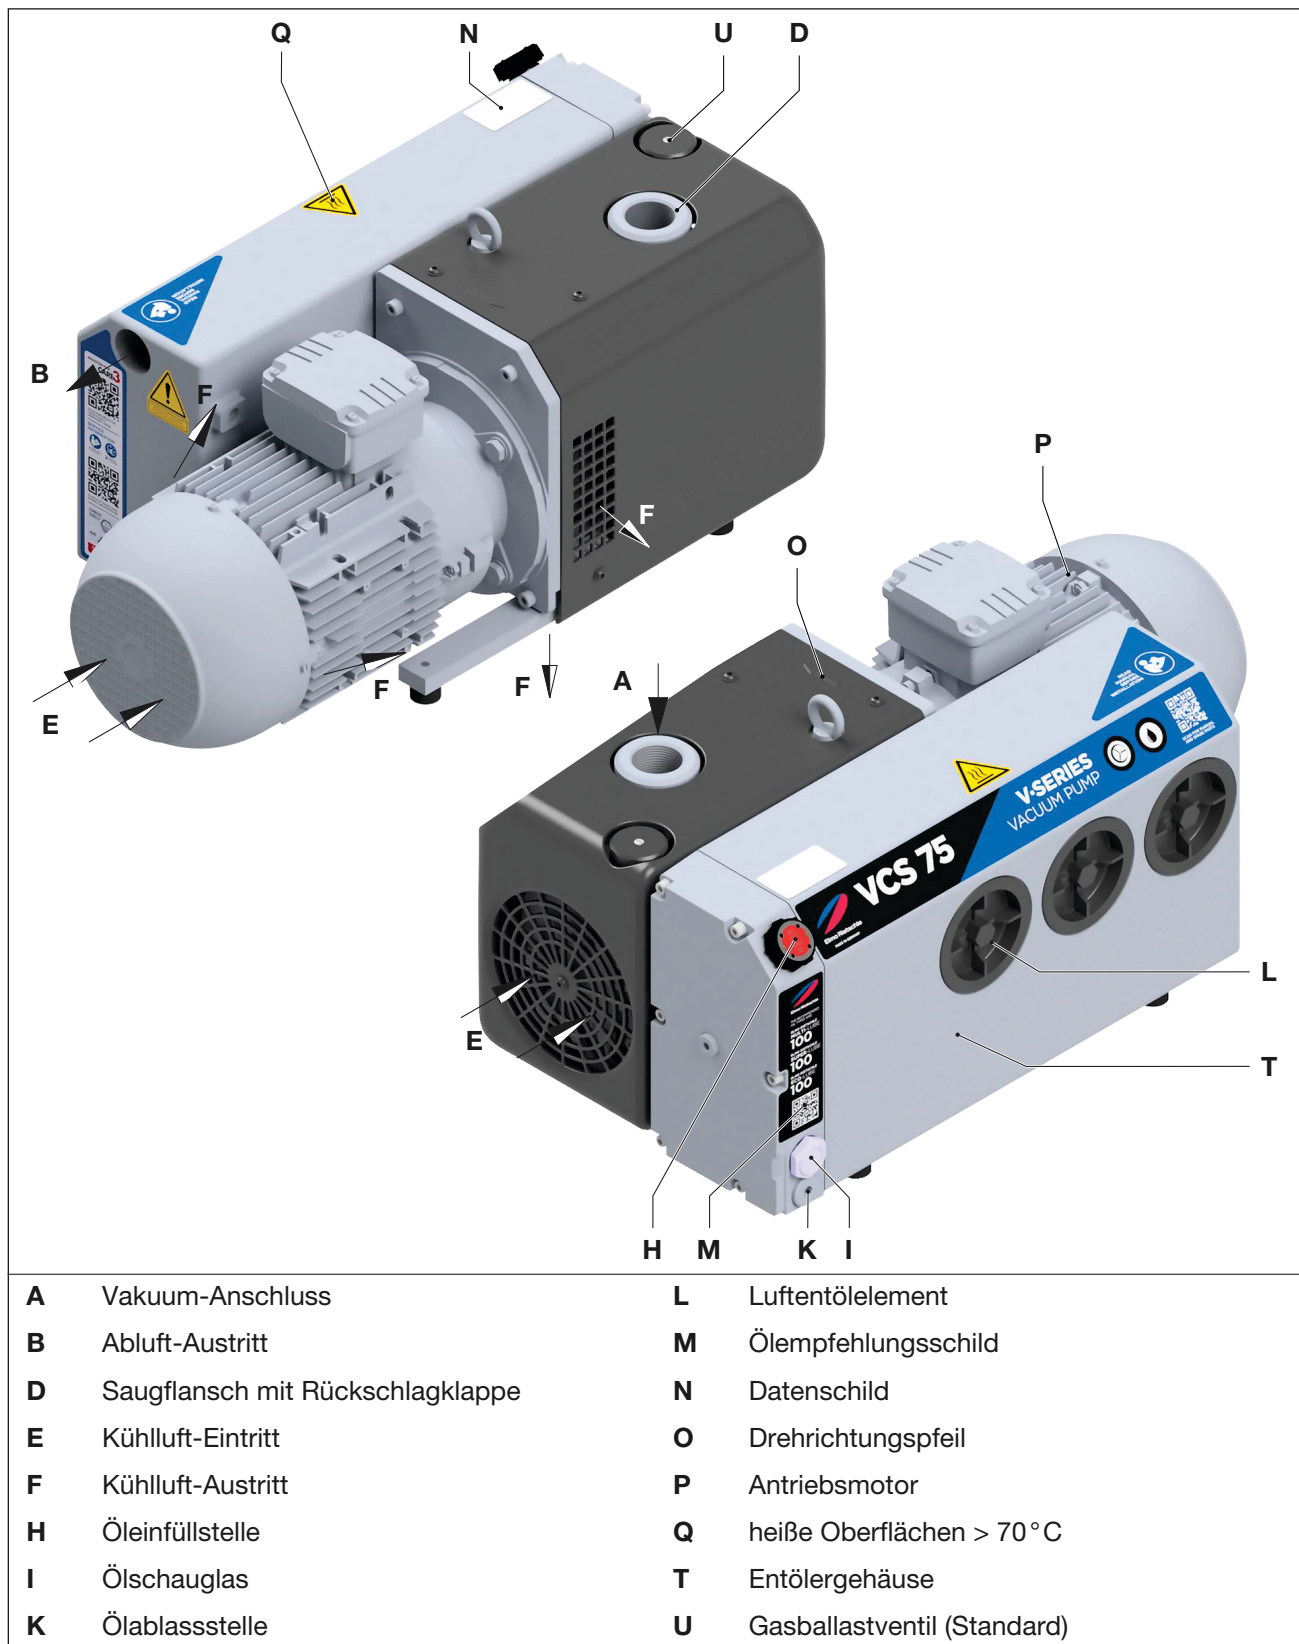

Abb. 2 Vakuumpumpe V-VCS 40 / 50 / 75 (VCX ist baugleich)
- Saugflansch (Abb. 2/D), Öleinfüllstelle (Abb. 2/H), Ölschauglas (Abb. 2/I), Ölablass (Abb. 2/K), Gasballast (Abb. 2/U) und Entölergehäuse (Abb. 2/T) müssen leicht zugänglich sein.
Der Vakuumananschluss (Abb. 2/A) befindet sich auf dem Saugflansch (Abb. 2/D).
- Blindstopfen an Sauganschluss (Abb. 2/A) und Abluftaustritt (Abb. 2/B) entfernen.
- Rohrleitung an Vakuumananschluss (Abb. 2/A) anschließen.
- Die abgesaugte Luft kann durch den Abluftaustritt (Abb. 2/B) ausgeblasen oder mittels Schlauch- bzw. Rohrleitung weggeführt werden.